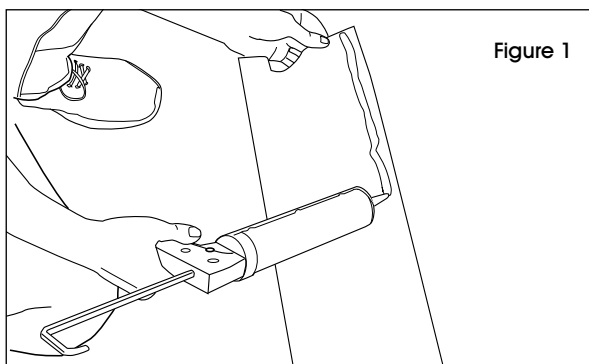

Figure 1
4. Appliquez le produit d'étanchéité au bas des sections droites et de coin. Le produit d'étanchéité doit être appliqué en ligne continue à 1 po des bords extérieurs pour assurer une étanchéité complète. (Voir Figure 1)